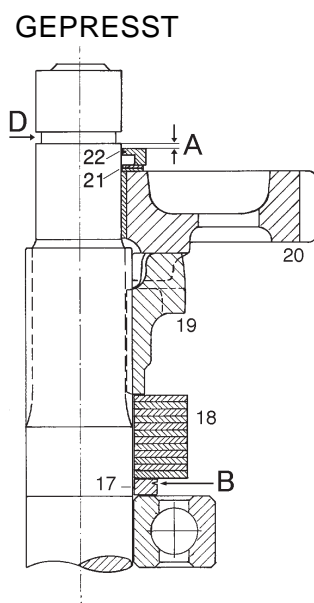

Bild 021 02896
In dieser "Block-Stellung" festgehalten, wird der Abstand A von der Winkelring-Oberkante zur Nut-Unterkante der Propellerwelle festgestellt (siehe Bild 021). Das Getriebe wieder entspannen. Alle Teile von der Propellerwelle nehmen und das ermittelte Maß A in Form von Ausgleichsscheiben (16) unter den Distanzring (17) geben. Ausgleichsscheiben sind in den Stärken 0,1 / 0,2 / 0,3 / 0,5 und 1,0 mm als Ersatzteile erhältlich.